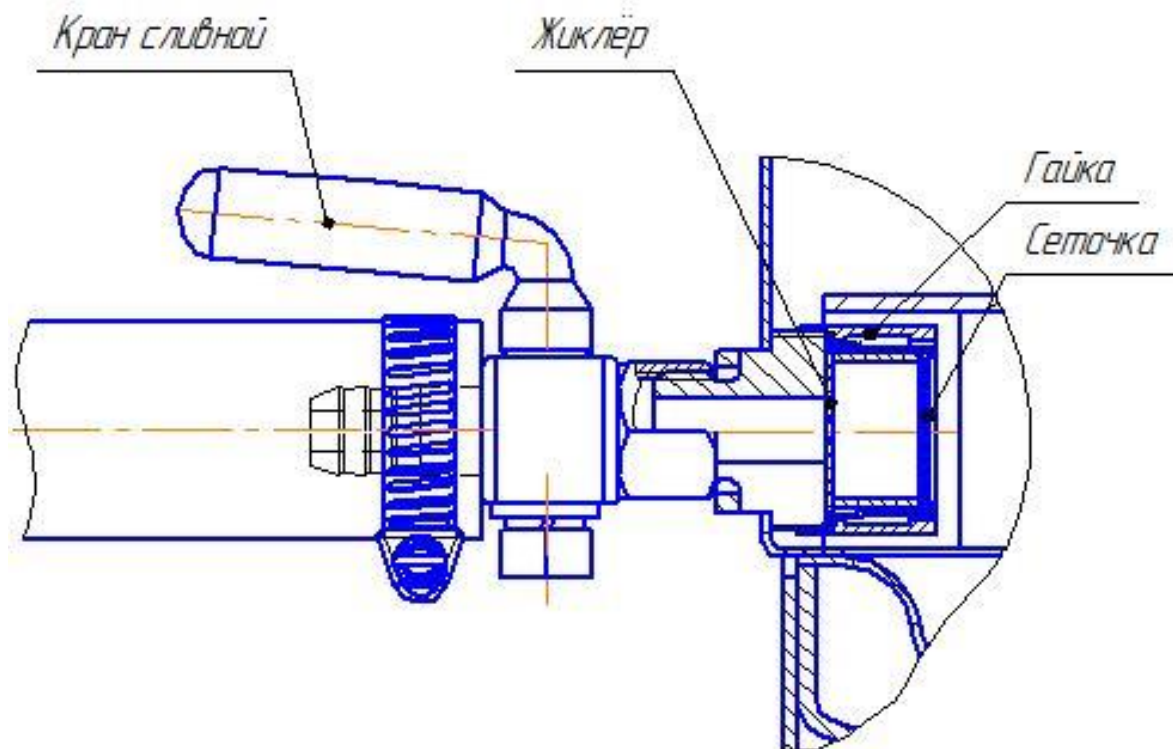

Рис. 5 Кран сливной
5.23. В случае затруднения сброса воды, перед следующей стерилизацией необходимо промыть (продуть) жиклёр (рис. 5). Для этого: открутить гайку, извлечь сеточку, открыть кран, тщательно промыть отверстие жиклёра и сеточку проточной водой (продуть воздухом). После чистки и мойки, установить все в обратном порядке.